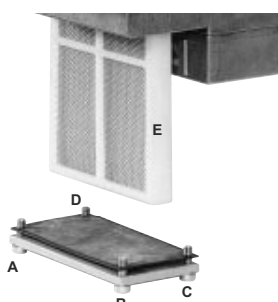

Fig. 43
- 2 Rimuovere le viti A ÷ D (Fig. 43).
- 3 Sostituire la cartuccia del filtro E (Fig. 43).